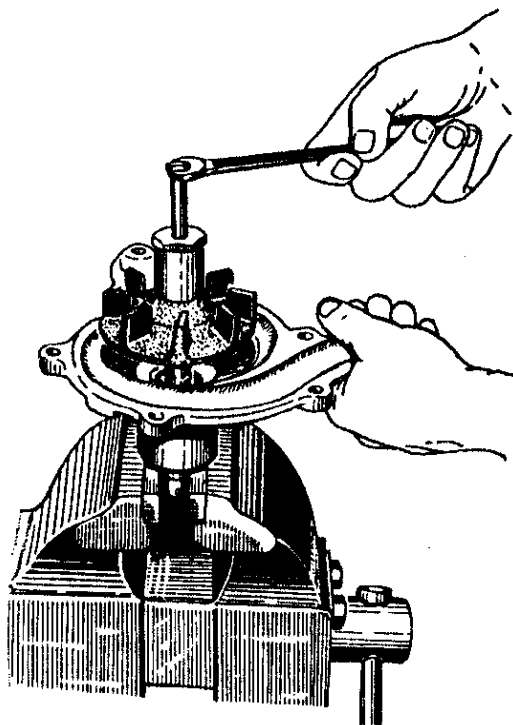

Рис.64. Снятие крыльчатки водяного насоса
3. Съёмником спрессовать крыльчатку с вала водяного насоса (рис.64). Перед снятием крыльчатки, чтобы не повредить резьбу на валике водяного насоса, между торцом валика и болтом съёмника необходимо поставить шайбу.